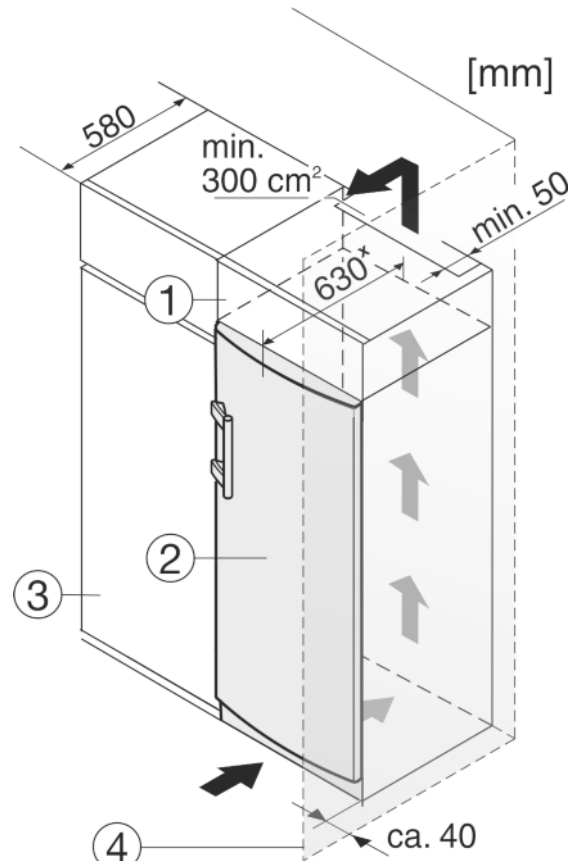

Fig. 11
L'appareil peut être réajusté avec des buffets de cuisine. Pour adapter l'appareil Fig. 11 (2) à la hauteur du coin cuisine, une rehausse Fig. 11 (1) peut être posée sur l'appareil.
Lors de la transformation avec des placards de cuisine (profondeur max. 580 mm), l'appareil peut être placé directement à côté du placard de cuisine Fig. 11 (3). L'appareil dépasse latéralement de 34 mm^x et de 50 mm^x au centre de l'appareil par rapport à la face avant du placard de cuisine.
Si l'appareil est installé avec les charnières à côté d'un mur Fig. 11 (4), la distance entre l'appareil et le mur doit être de 40 mm min. Ceci correspond à la saillie de la poignée lorsque la porte est ouverte.